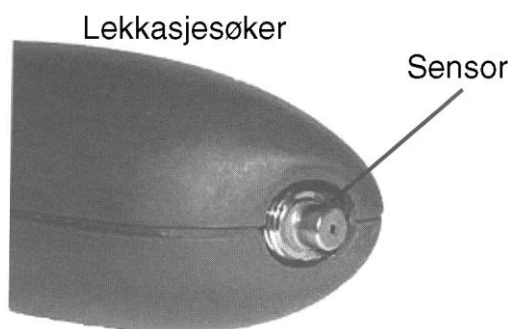

Fig. 7
1. Skru sonden forsiktig av. Du vil nå få se sensoren som sitter i enden av lekkasjesøkeren (se fig. 7). Se etter om sensoren er installert. Hvis ja, fortsett med punkt 2, hvis ikke, gå til punkt 3.